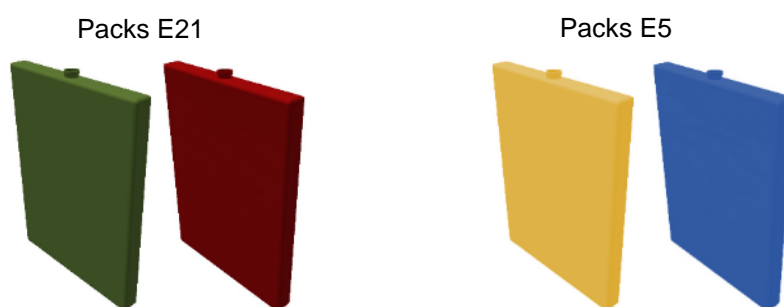

Fig.5 – Packs eutéticos Freezer e Chiller
- Utilize os conjuntos de 8 unidades (verdes e vermelhos ou amarelos e azuis) com a mesma cor, por utilização, de forma a distinguir os conjuntos (Fig.5).